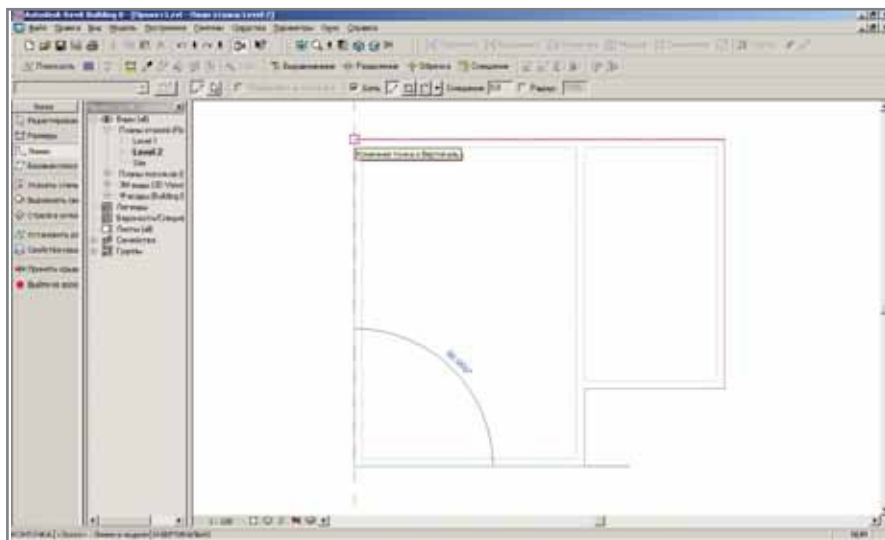

Рис. 9. Создаем плоскую крышу поверх структуры, используя границы стен
2. Поскольку мы планируем построить плоскую крышу, нужно отключить параметр *Задать уклон ската* (*Define Slopes*) на панели настроек (*Options bar*). Обведем внешний контур стен с помощью инструмента *Линии* (*Lines*), как показано на рис. 9. Кстати, мы могли бы ис-